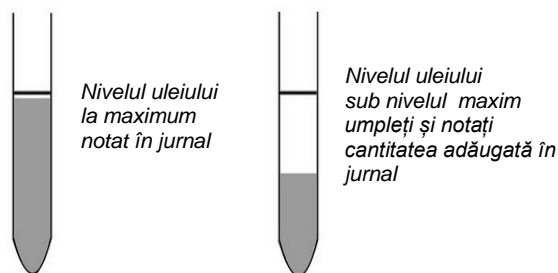

Figura 1. Tija pentru măsurat nivelul uleiului
- Verificați nivelul corect al uleiului (Figura 1) și umpleți-l până la nivelul de ulei recomandat de compania de fabricare a motorului (vezi manualul motorului)